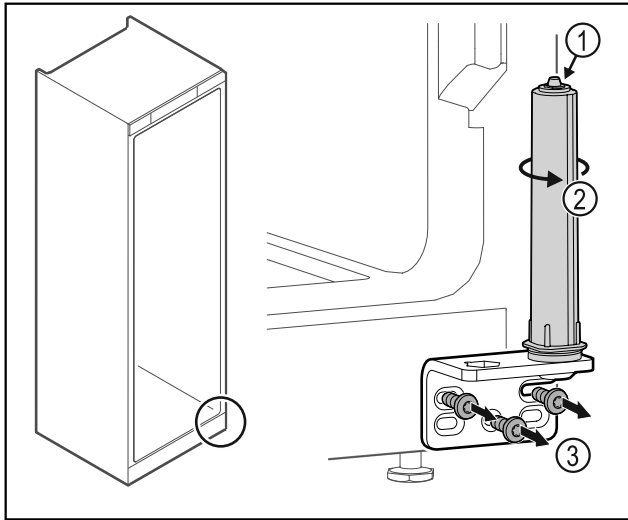

Fig. 18
- ▶ Μην αποσυναρμολογείτε το σύστημα κλεισίματος πόρτας Fig. 18 (1).
- ▶ Περιτρέψτε το σύστημα κλεισίματος Fig. 18 (2), μέχρι να κάνει κλικ.
- ▶ Ξεβιδώστε τη γωνία μεντεσέ Fig. 18 (3).